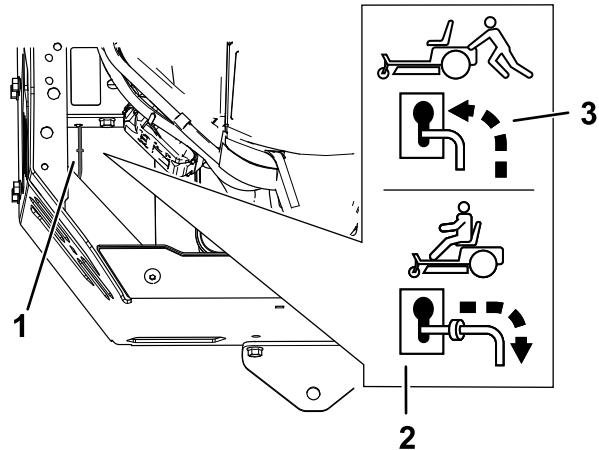

Figura 31
4. Mueva las palancas de desvío hacia delante a través del orificio y hacia abajo para bloquearlas en esa posición (Figura 31).
Mueva las palancas de desvío hacia atrás a través del orificio y hacia abajo para bloquearlas en esa posición, según se muestra en Figura 31.